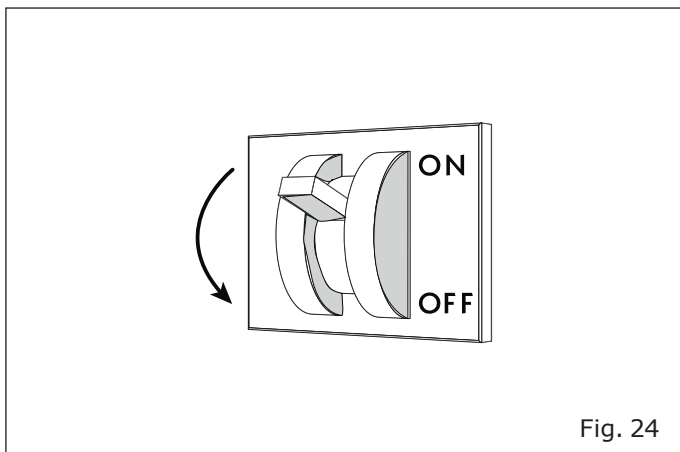

Fig. 24
- Koble fra strømforsyningen til disken ved hjelp av den veggmonterte hovedbryteren. ("Fig. 24").